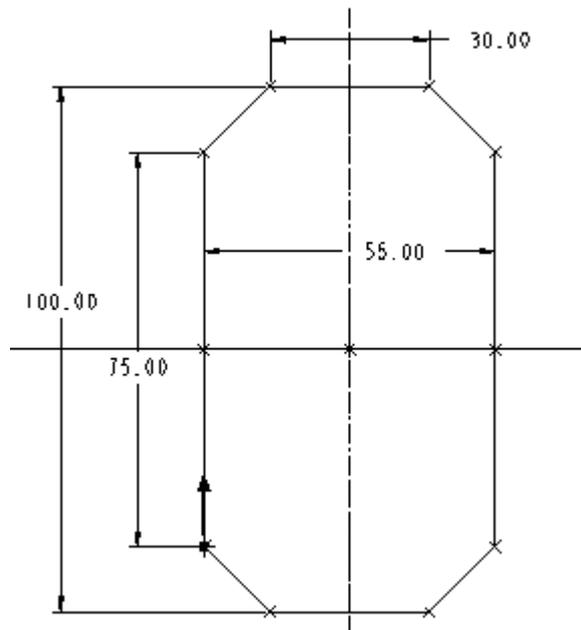

图 51-4
(3) 在【属性】菜单中依次单击【直的】、【完成】选项。
(4) 选 TOP 基准面为草绘平面，RIGHT 基准面为参照面，绘制如图 51-4 所示的第 1 个截面。